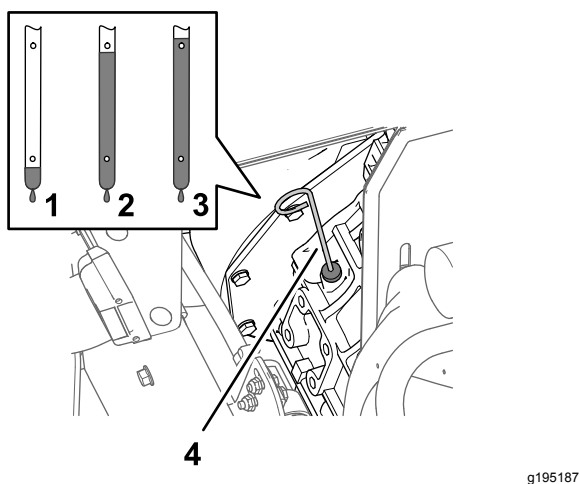

图 74
- 取出量油尺并检查发动机中的机油油位 (图 74)。
- 慢慢注入规定油量的剩余部分使油位达到量油尺上的“已满”标记处 图 74。